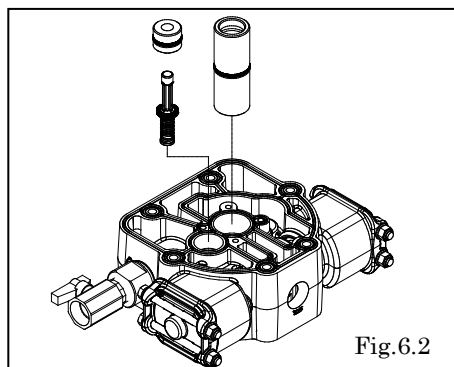

Fig.6.2
- ・パイロットバルブ組立、バルブシートを引き抜く。〔Fig.6.2〕
- ・スロットベアリングを引き抜く。〔Fig.6.2〕